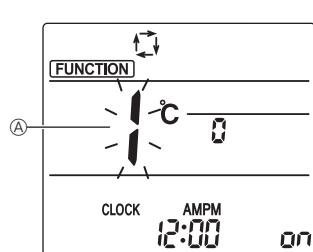
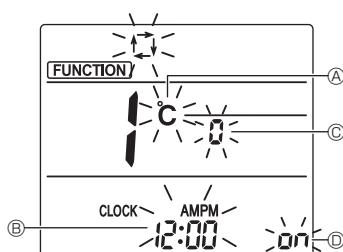

Fig. 6-11
Fig. 6-12
- Appuyez sur la touche Ⓛ ① pour arrêter le climatiseur.
- Appuyez sur la touche Ⓛ MENU ②. L'écran Réglage des fonctions s'affiche et le n° de la fonction Ⓛ clignote. (Fig. 6-11)
- Appuyez sur la touche Ⓛ ④ ④ pour changer le n° de fonction.
- Vérifiez que la fonction n° «1» est affichée puis appuyez sur la touche Ⓛ SET ③. L'écran de réglage de l'affichage s'affiche. (Fig. 6-12)